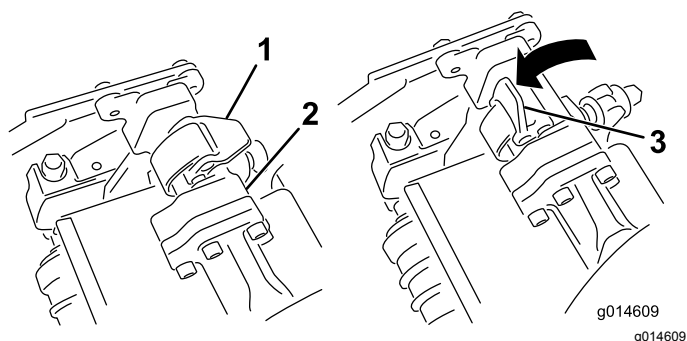
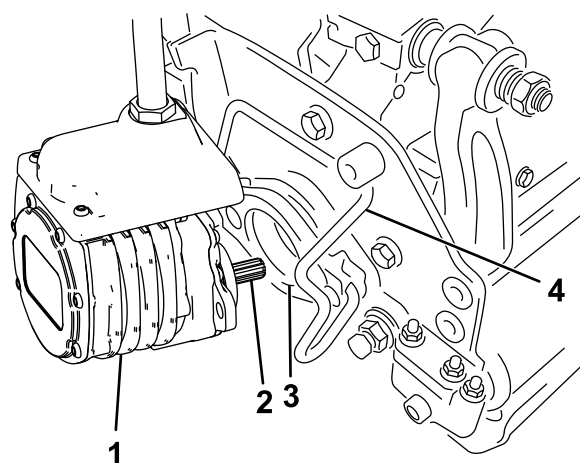

图53
图54
4. 当悬挂臂杆上的门锁指向上方即打开时 图 53 向下压悬挂臂使悬挂臂杆与滚刀组上方的支架相契合 图 54。
5. 向下并绕着滚刀组横杆关闭门锁将它们锁定到位图53。
5. 打开您正在拆下的滚刀组悬挂臂上的门锁图53。